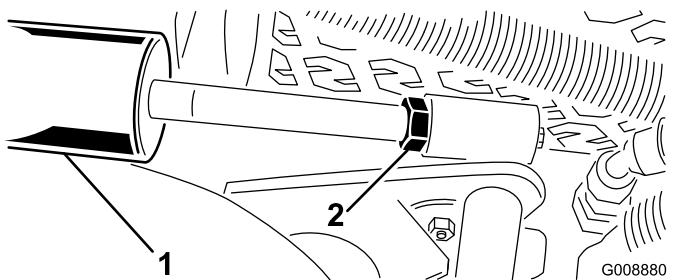

Figure 15
- Abaissez les plateaux de coupe et desserrez l'écrou de blocage sur le vérin (Figure 15).